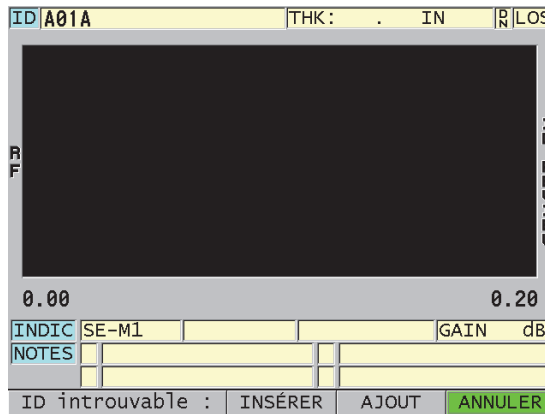

Figure 11-29 Message lorsque l’ID modifié ne se trouve pas dans la base de données
6. Lorsque l'ID modifié ne se trouve pas dans la base de données, le message de la barre de texte d'aide montré à la Figure 11-29 à la page 233 apparaît. Sélectionnez **INSÉRER** pour insérer le nouvel ID avant l'ID actif.